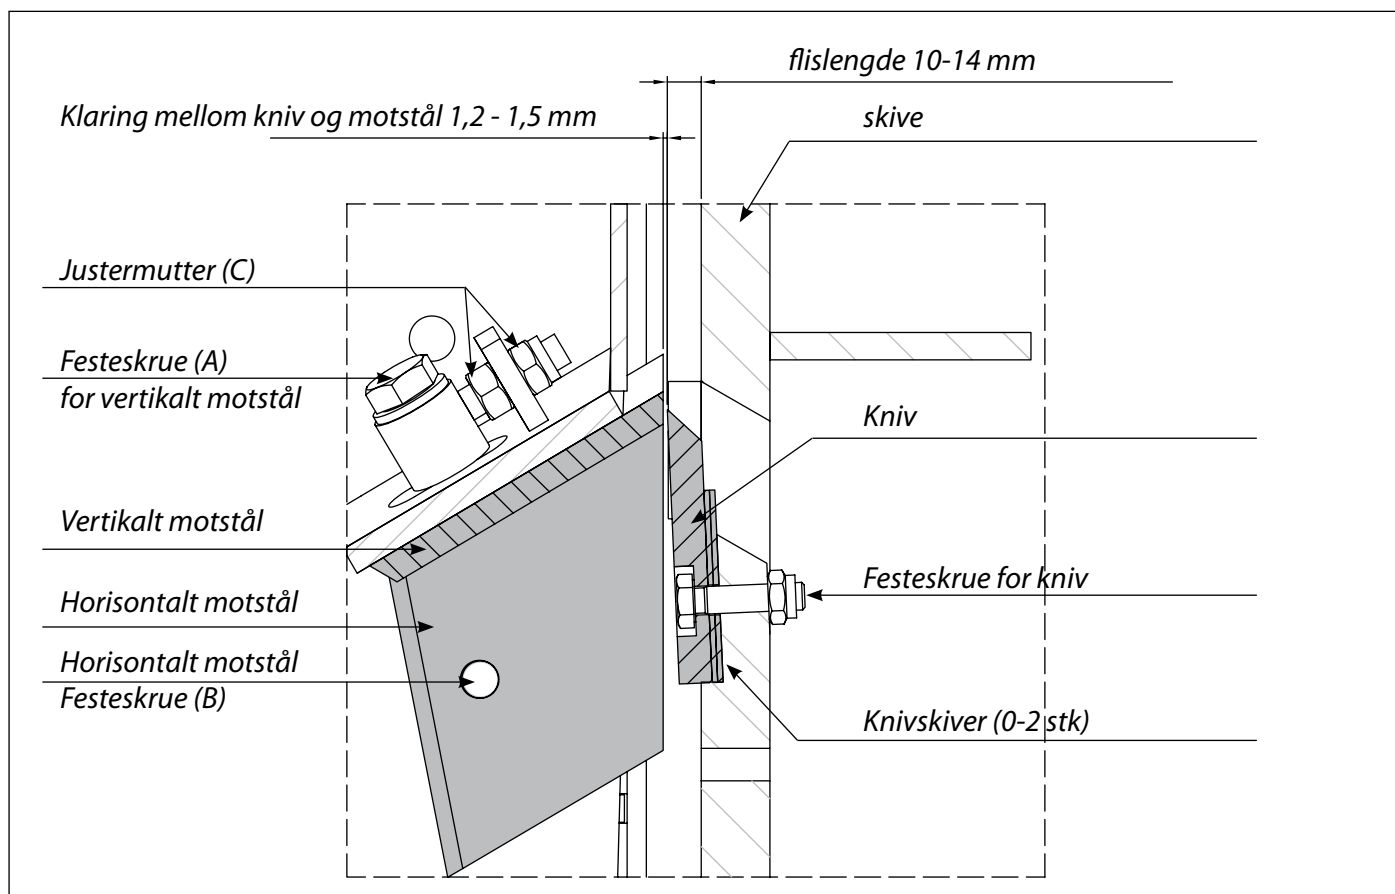

Fig. 27 Tversnitt av kniver, skive og motstål
1. Løsnemotstålets låseskruer (A) og (B) (M16) Se fig 27.
2. Vri skiven slik at fremre knivsegg står nøyaktig rett overfor det vertikale motstålet. Stikk inn bladføleren mellom knivene. Juster klaringen til det vertikale motstålet med justermutteren M12 (C) til 1,2 - 1,5 mm (0,05 - 0,06").
3. Trekk til låsemutterne (C) og motstålets låseskruer (A).
5. Trekk til låseskruen (B).